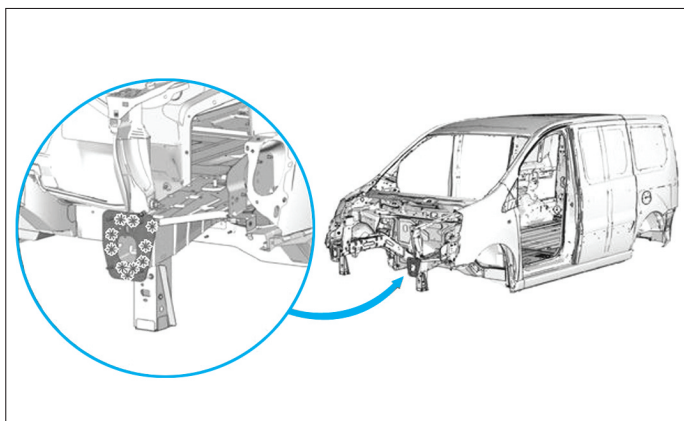

FIG. 5
- Fraiser les points de soudure d'embout de longeron (Fig.5)